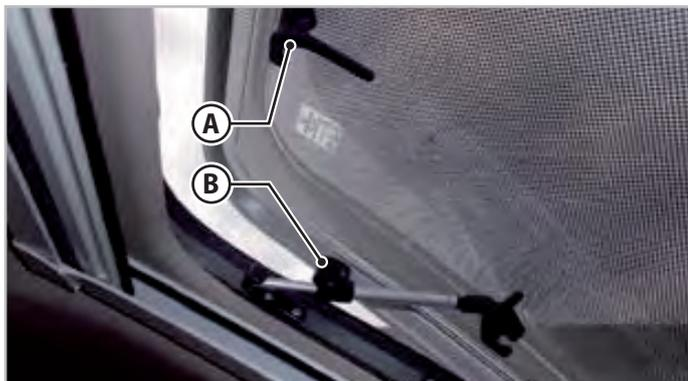

Fig.6.9 - Lanterneau panoramique
1. Tourner les leviers (A - Fig.6.9) et les mettre en position verticale.
3. Bloquer le lanterneau en vissant les manettes d'arrêt (B - Fig.6.9) des bras télescopiques.
1. Desserrer les manettes d'arrêt des bras (**B** - Fig.6.9) télescopiques.
3. Enclencher tous les leviers (**A** - Fig.6.9).